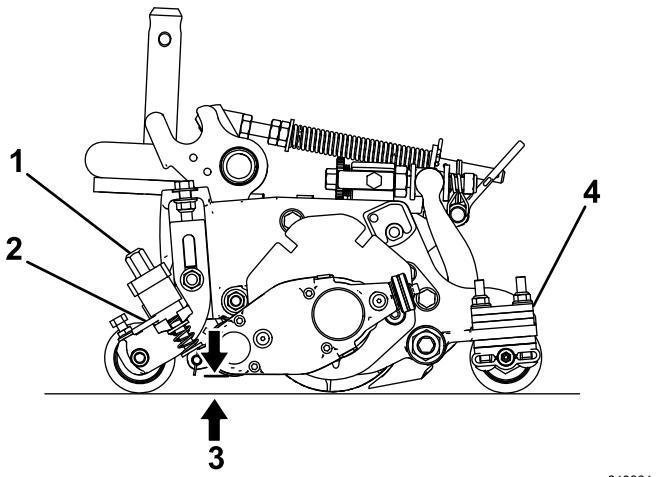

Figura 24
3. Gire las palancas de elevación rápida (Figura 24) a la posición de ENGRANADO (palanca orientada hacia la parte delantera de la unidad de corte).
4. En un extremo del molinete del groomer, mida la distancia entre la punta más baja de la cuchilla del groomer hasta la superficie de trabajo (Figura 24). Gire el pomo del regulador de altura (Figura 24) para elevar o bajar la punta de la cuchilla del groomer a la altura deseada.